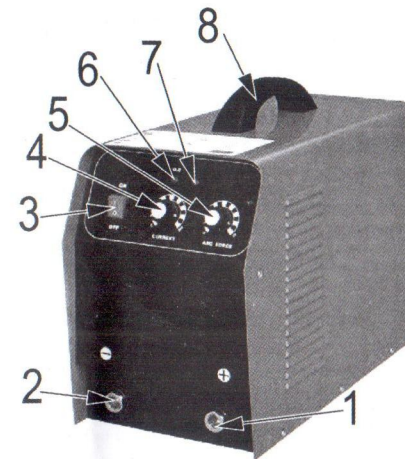

Рис.1
- На передней панели аппарата расположены: индикатор электросети (6), индикатор перегрева (7), поворотная рукоятка регулятора силы тока (4), регулятор силы дуги (5), силовые клеммы (1) и (2) (См. Рис.1) быстросъемные разъемы для подключения сварочного кабеля с электрододержателем, и заземляющего кабеля с зажимом.
- На передней панели расположена клавиша пускового выключателя (3).
- Настройка аппарата на необходимую величину сварочного тока производится поворотом рукоятки (4) по часовой стрелке.
- Настройка силы форсирования сварочной дуги (ARC-FORCE) производится поворотом рукоятки (5) по часовой стрелке.
- Данный аппарат оборудован автоматическим термостатом, защищающим его от перегрузок и перегрева. При достижении критической температуры, термостат автоматически отключает цепь электропитания, и включает индикатор термостата (7) (См. Рис.1) на передней панели. После охлаждения, термостат автоматически снова включает аппарат в работу. При частом срабатывании термостата проверьте правильность расположения аппарата (ограничение циркуляции воздуха в рабочей зоне), понизьте нагрузку (рабочий цикл).
- Сварочная дуга загорается спокойно, после зажигания величина тока спадает до значения, установленного регулятором (4).
- Выберите полярность сварки и подключите сварочный кабель с электрододержателем и заземляющий кабель с зажимом к соответствующим силовым клеммам (1) и (2)(См. Рис.1), закрепите поворотом вправо до упора.
- Подключите сварочные кабели к соответствующим силовым клеммам (1) и (2)(См. Рис.1) на передней панели аппарата.